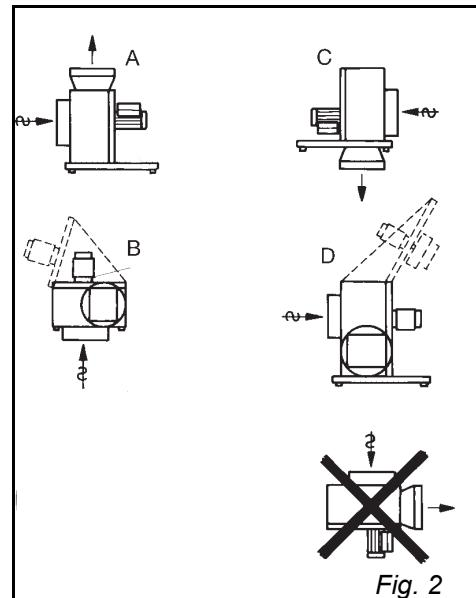

Fig. 2
Viften kan monteres på forskjellige måter (fig. 2) innendørs.
- BESB 400 og 500:** Ved valg av monteringsmåte B (fig. 2/4) for BESB 400 og 500 må det bores frihuller (Ø16 - Ø20) i kabinetet for mutrene på bæreskinnene.
Motoren er forsynt med termosikring. Termosikringen er fra fabrikken koblet i serie med motorens strømkrets (koblingskjema i klemkassen fig. 1). Dersom det ønskes manuell reset ved termisk utkobling, brukes koblingsskjemaet fig. 2 der termosikringen brukes i styrekretsen for en kontaktor.